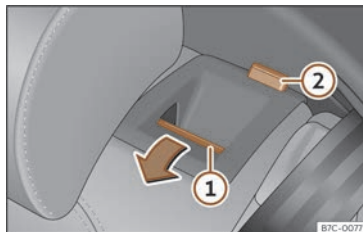

Fig. 69 Seient del darrere: abatre el respalller.
- Premeu la tecla de desbloqueig >>> **fig. 69** ① cap endavant i, alhora, abateu el respalller. El respalller del darrere està desbloquejat quan es veu una marca vermella a la tecla ②.